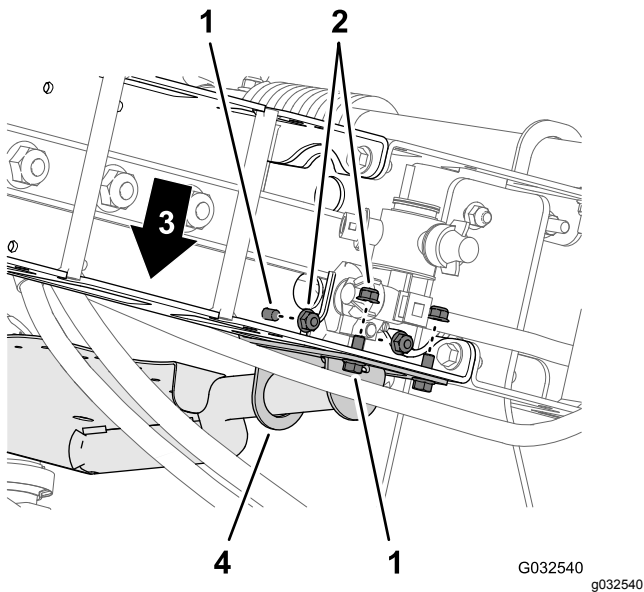

Bild 63
3. Befestigen Sie die Ventilbefestigung mit vier Schrauben (5/16" x 3/4") und vier Sicherungsbundmuttern (5/16") am Trägerrahmen (Bild 62 und Bild 63).